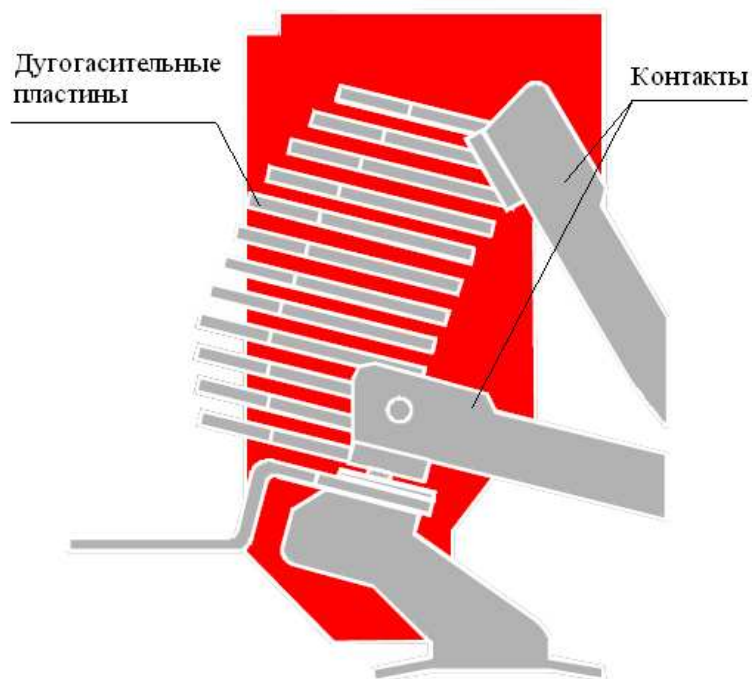

Рисунок 5. Контактная система
- контактная система (рисунок 5);